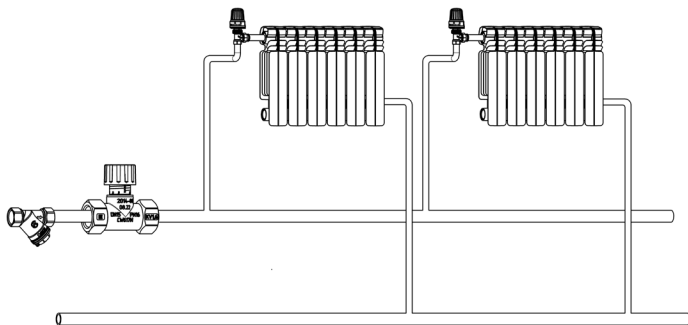
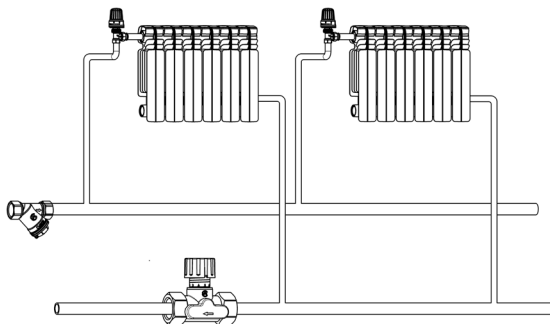

Рисунок 4. Пример установки балансировочного клапана на подающем трубопроводе
Рисунок 5. Пример установки балансировочного клапана на обратном трубопроводе
9.5. Балансировочный клапан 2014 устанавливается на подающем или обратном трубопроводе, см. рисунок 4 и рисунок 5.